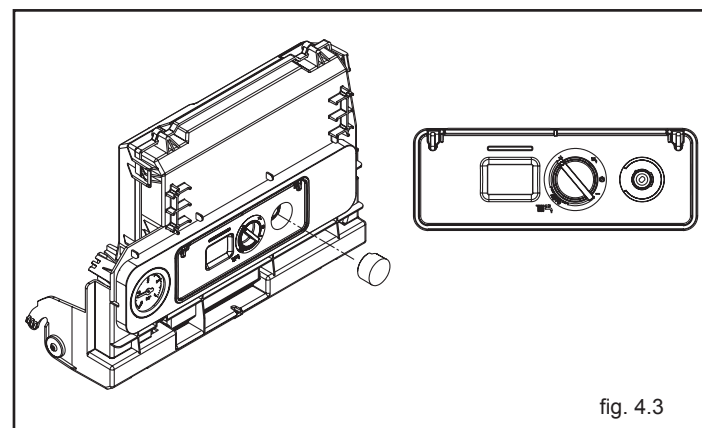

fig. 4.3
- Fare leva con un cacciavite per togliere il tappo posto sul cruscotto (fig. 4.3)
- fare leva con un cacciavite per togliere il tappo posto sul cruscotto (fig. 4.3)